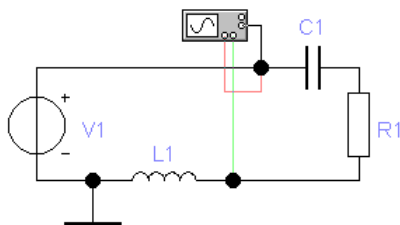

Рис. 3
3.5. Соберите схему для исследования напряжения на индуктивности в последовательной RLC -цепи (рис. 3). Параметры цепи и органы управления осциллографом – как в предыдущем эксперименте. Сопротивление $R1$ установите равным $3R_{кр}$.
Согласно рис. 3 канал А вертикального отклонения осциллографа отображает напряжение источника $V1$, а канал В – напряжение на индуктивности в последовательной RLC -цепи. Изображение сигналов на экране осциллографа рекомендуется отображать разным цветом.